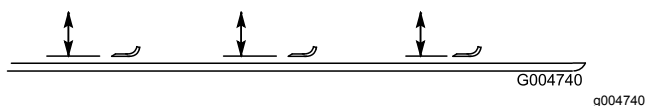

Figure 115
2. Tournez la lame dans le sens longitudinal et mesurez la distance entre l'intérieur du plateau de coupe et le tranchant à l'avant de la lame (Figure 115).